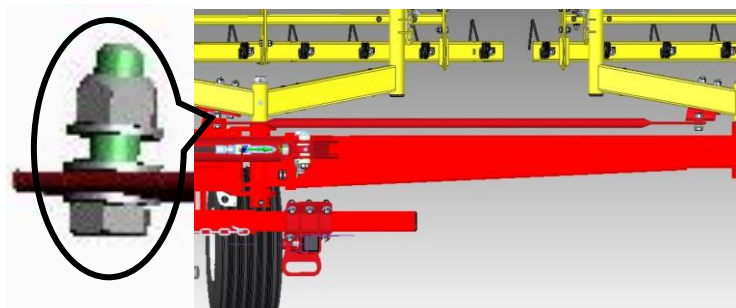

Abbildung 10
- Montieren Sie zwischen Mittelrahmen und erster seitlicher Striegelfeldgabel ein Klappungsgestänge mit den Schrauben M14x45 und den Muttern M14 sowie 3 Scheiben M14. Die Schrauben werden so fest gezogen, damit das Gestänge beweglich bleibt (Abbildung 10).